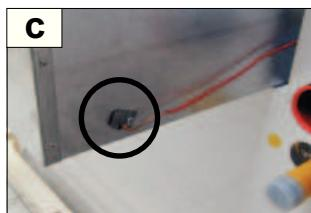

Рис.8
4. После смонтирования прерывателя тяги необходимо установить датчик (капилляр) терmostата продуктов сгорания, который размещен внутри котла, около прерывателя тяги. Датчик установите в отверстие в задней части прерывателя тяги и закрепите с помощью зажима и саморезущего винта (рис. 8). Вышеприведенный соединительный материал является частью поставки котла.